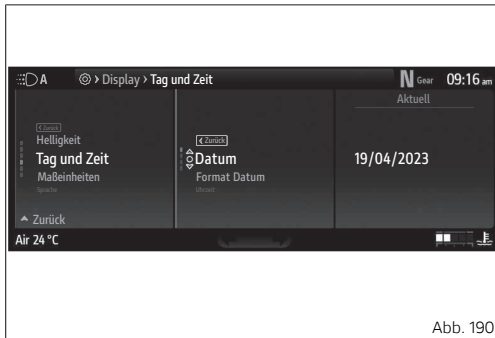

Abb. 190
Die Angaben „Datum“, „Format Datum“ und „Format Uhrzeit“ werden angezeigt. Auf der rechten Seite wird die aktuelle Einstellung (Abb. 190 S.236) angezeigt.
- Die Angabe „Datum ändern“ (Abb. 190 S.236) markieren, dann die Taste \circ drücken.